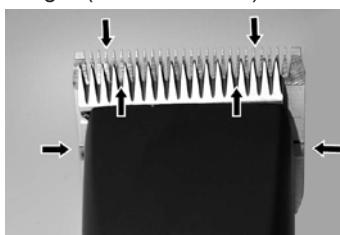

Fig. 22
For å oppnå gode klippemaskinesultater og for å øke levetiden til klippe-maskinen og klippehodet, må du påføre et tynt lag med olje mellom det øvre og nedre bladet (Fig. 22).
- ▶ Smør bladene tilstrekkelig under klippingen (minst hvert 15. minutt), slik at de ikke går tørre (Fig. 22).
Bladene må oljes før, under og etter hver gang de brukes. Når bladene på klippe-maskinen etterlater stripel eller går med redusert hastighet, er dette et tegn på at olje kreves. Påfør noen dråper olje foran på sidene av klippebladene (se pilene i Fig. 22). Tørk av overflødig olje med en tørr klut. Smøresprayer har ikke nok olje til å opprettholde god smøring, men hjelper til med å kjøle ned bladene. Skadede eller sløve blader må straks skiftes ut for å unngå skader.